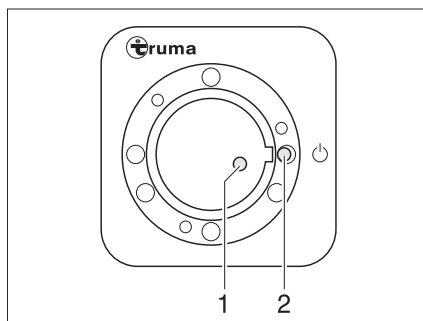
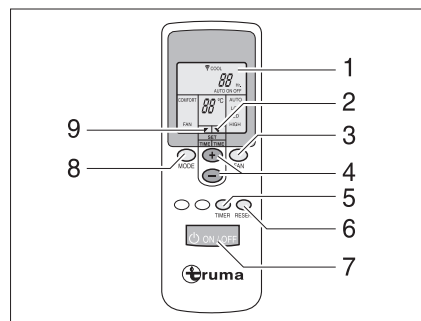

Fig. 177 Receptor
Fig. 178 Mando a distancia
- Conectar el mando a distancia por medio del interruptor (Fig. 178,7). La luz de control verde (Fig. 177,1) indica el funcionamiento de refrigeración.
- Ajustar el modo de funcionamiento deseado con la tecla (Fig. 178,8).
- De ser necesario, ajustar la potencia del ventilador y la temperatura ambiente deseadas con las teclas (Fig. 178,3 y 4). La flecha (Fig. 178,9) indica el modo de ajuste seleccionado.
- ▷ En el receptor se encuentra un pulsador interruptor adicional (Fig. 177,2) con el cual la instalación de aire acondicionado también se puede desconectar o conectar sin mando a distancia. En caso de que se conecte la instalación de aire acondicionado por medio de este pulsador interruptor, automáticamente se seleccionará el último modo de funcionamiento ajustado en el mando a distancia.
- Para desconectar, volver a pulsar la tecla (Fig. 178,7) del mando a distancia.
- Para la programación, conectar la instalación de aire acondicionado con la tecla (Fig. 178,7) del mando a distancia.
- Ajustar el modo de funcionamiento y la temperatura ambiente deseados con las teclas (Fig. 178,8, 3 y 4).
- Seleccionar la función deseada (Fig. 178,1) con la tecla (Fig. 178,5):
- Seleccionar el tiempo de conmutación deseado (de 1 a 15 horas) con las teclas (Fig. 178,4). La flecha (Fig. 178,2) parpadea e indica el modo de ajuste seleccionado.
- ▷ Con la tecla (Fig. 178,6) se realizan transmisiones repetidas de los ajustes del mando a distancia al emisor.